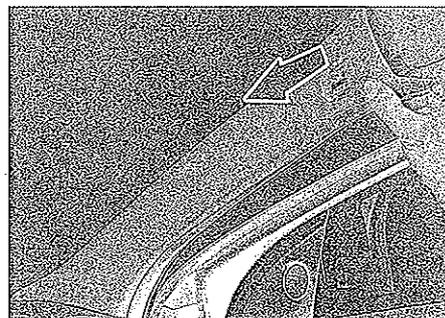

FIG. 35
- los guarnecidos izquierdo y derecho de los montantes de parabrisas (fig. 35).